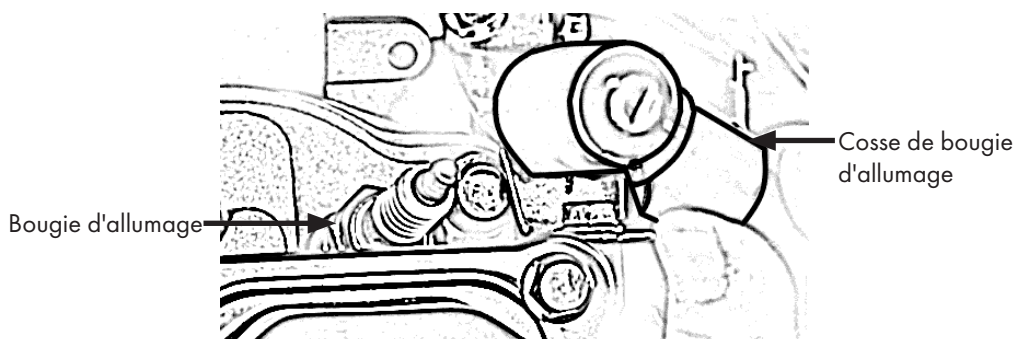

Figure 25
- Retirez la cosse de la bougie, fig. 25.